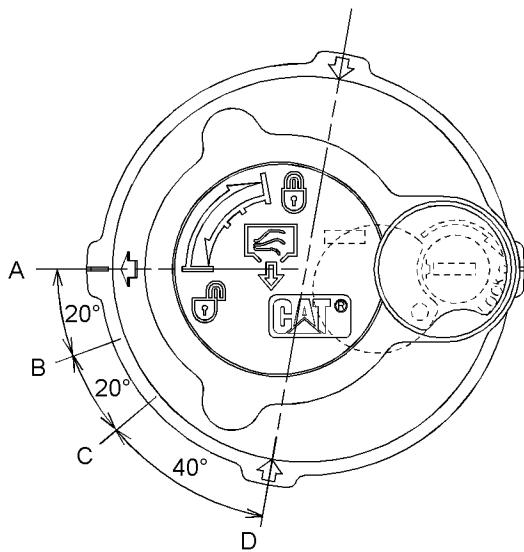

Ilustración 485
- (A) Posición TRABADA
- (B) Posición ALIVIO DE PRESIÓN - ARRANQUE
- (C) Posición ALIVIO DE PRESIÓN - FINALIZAR
- (D) Posición ABIERTA
- 4.** Suelte la presión que puede haber en el circuito hidráulico de retorno con el siguiente procedimiento. Consulte la Ilustración 485 para ver las posiciones de la tapa del tubo de llenado.
- a. Gire la tapa del tubo de llenado hacia la izquierda y mueva la flecha de la posición (A) a la posición (B).
- b. Suelte la presión durante un mínimo de 45 segundos moviendo la flecha de la posición (B) a la posición (C).
- c. Oprima la tapa del tubo de llenado hacia abajo y mueva la flecha de la posición (C) a la posición (D).